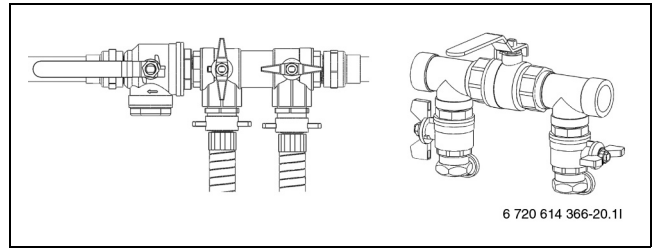

Bild 28 Befüllanlagen in Druckerhöhungposition
- Nach erfolgter Entlüftung Kreis unter Druck setzen. Ventile der Befüllanlage auf Druckerhöhungposition stellen und Kreis mit 2,5 bis 3 bar unter Druck setzen (→ Bild 28).